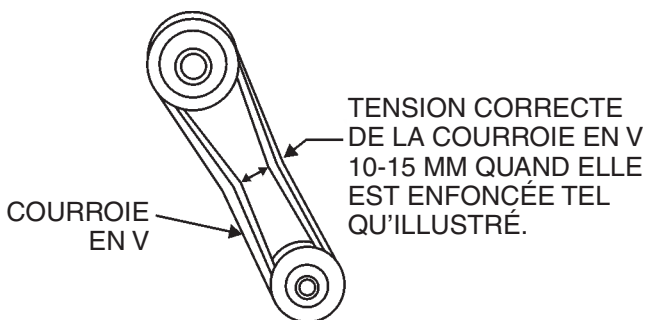

Figure 8. Tension de la courroie en V
2. La tension de la courroie en V est adéquate si la courroie se plie de 10 à 15 mm (Figure 8) lorsqu'on la presse avec le doigt, à mi-chemin entre l'embrayage et les pignons de poulie du vibreur.